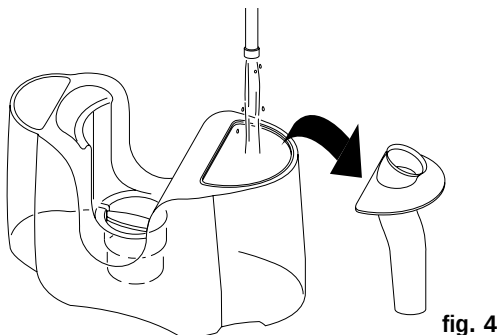

fig. 4
- Para utilizar o aparelho como **aspirador de pó**, aconselha-se deitar um mínimo de 2,5 L de água no reservatório; não ultrapassar o nível máximo de 4 L marcado no reservatório. Para facilitar as operações de enchimento do reservatório é aconselhável retirar o tubo de aspiração J (fig. 4).